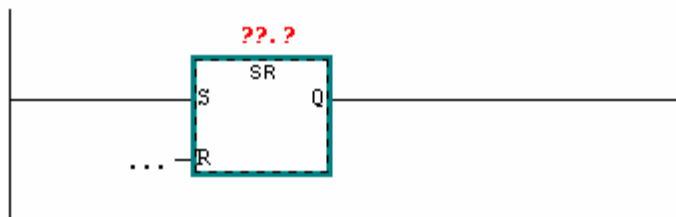

Рис.1.21
- 5) над функцией SR триггера (рис. 1.21) вместо символов "???" вставьте символическое имя выхода;